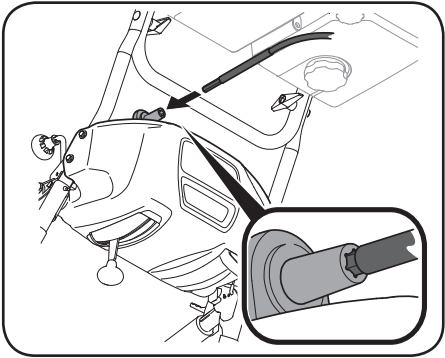

Figure 2-39
6. Glissez la tige de contrôle flexible dans le raccord qui se trouve sous le tableau de bord. Voir la Figure 2-39.